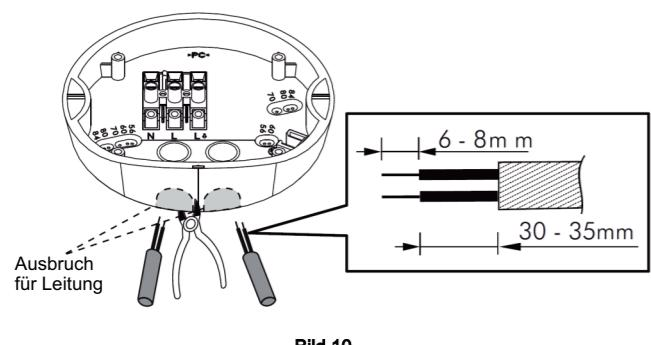

Bild 10
3.4.1.4 Die Leitungen können von unten oder von der Seite eingeführt werden. Um die Leitungen von den Seiten einzuführen müssen die Ausbrüche entfernt werden und dann in das Gehäuse geführt werden. Isolieren Sie die Adern 6-8mm ab. (Siehe Bild 10)